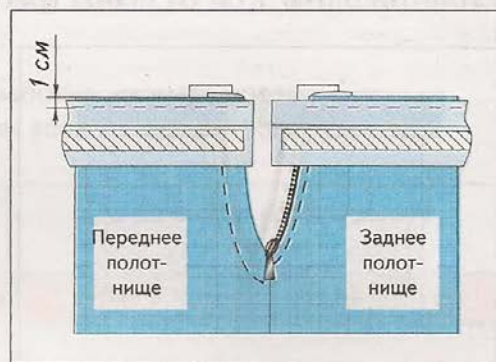

Рис. 45.
2. Притачать со стороны пояса шириной шва 1 см (рис. 45).